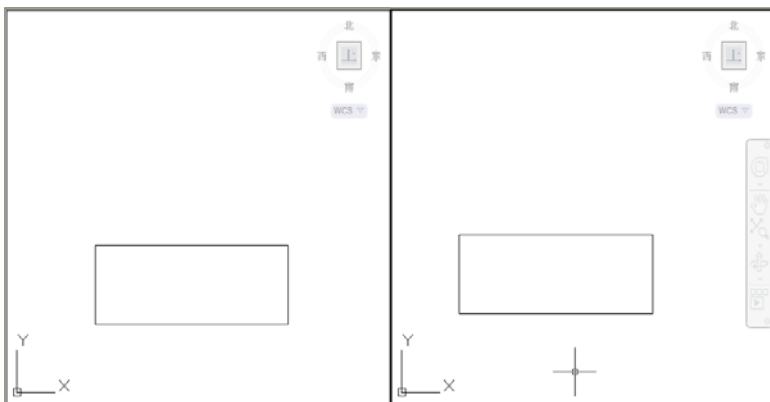

图 3.26 平铺窗口效果
(3) 选择【确定】按钮, 即可创建平铺视口, 效果如图 3.26 所示。